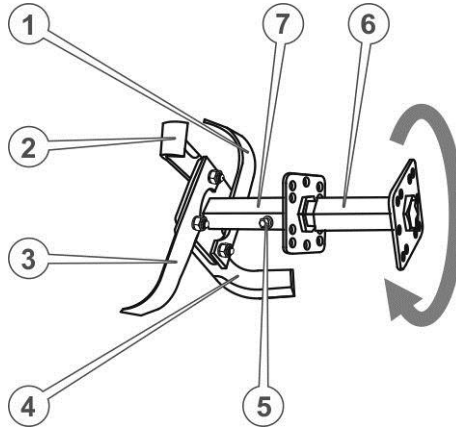

Рисунок 10. – Ґрунтофреза
1. Вставити додаткову маточину ротора в шестигранний отвір основної маточини та зафіксувати, щоб уникнути можливого осьового зсуву, болтом М8х80 з плоскою і пружинною шайбою (див. рисунок 10.)
6. Скласти інші сегменти ротора ґрунтофрези (див. рисунок 10.). Складання лівої половини ґрунтофрези здійснюється аналогічно, з урахуванням напрямку обертання ротора.